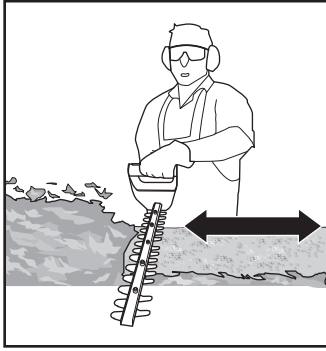

Fig. 7
8. Dacă zona de tăiat este deosebit de lungă (Fig. 7), taie în mai multe etape pentru a obține un rezultat mai bun, în loc să încerci să tai dintr-o singură mișcare; resturile tăiate mai mici vor permite o compostare mai ușoară.